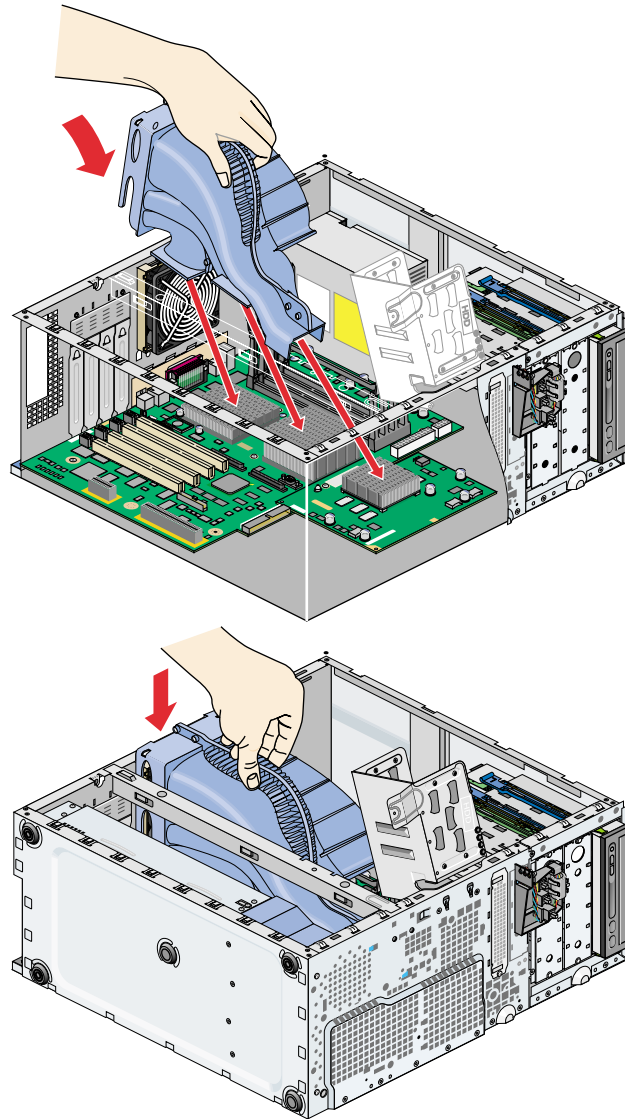

図 4-34 交換用エア・ダクトの取付け
5. ダクトがヒート・シンクに正しく装着されていること、およびダクト後部の端が排気ファンの上端に正しく装着されていることを確認します。図 4-34 を参照してください。